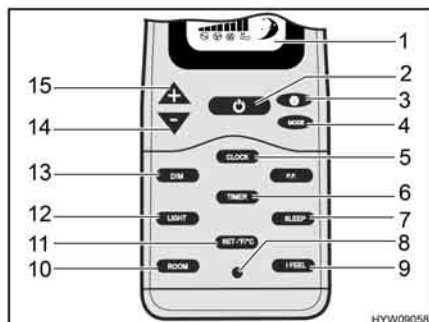

Fig. 132 Telecomando
- Se l'impianto di climatizzazione è in modalità standby: Premere il tasto On/Off (Fig. 132,2) sul telecomando.
- Premere il tasto On/Off (Fig. 132,2) sul telecomando. L'impianto di climatizzazione passa in modalità standby.
- Premere il tasto luce (Fig. 132,12) sul telecomando.
<ul style="list-style-type: none"> ■ Premere il tasto regolazione luminosa (Fig. 132,13) e impostare la luminosità desiderata con i tasti "+" (Fig. 132,15) e "-" (Fig. 132,14). ■ Premere il tasto invio (Fig. 132,11). Le impostazioni vengono salvate.
Invio cumulativo di impostazioni:	<ul style="list-style-type: none"> ■ Distogliere il trasmettitore a infrarossi del telecomando dall'unità a soffitto. ■ Inserire le impostazioni desiderate. ■ Puntare il trasmettitore a infrarossi del telecomando verso il ricevitore a infrarossi (Fig. 134,2) sull'unità a soffitto. ■ Premere il tasto invio (Fig. 132,11) sull'unità a soffitto. Le impostazioni vengono trasmesse tutte insieme all'impianto di climatizzazione e la ricezione è confermata dall'emissione di un segnale acustico.
Impostazione dell'ora:	<ul style="list-style-type: none"> ■ Premere il tasto ora (Fig. 132,5) finché l'indicazione dell'ora (Fig. 133,4) lampeggia. ■ Impostare l'ora attuale con i tasti "+" (Fig. 132,15) e "-" (Fig. 132,14). ■ Premere il tasto invio. L'ora è memorizzata.